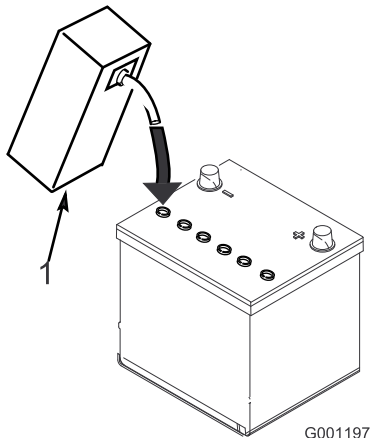

图6
3. 小心为每个电池注入电解液，直到电池极板被大约6mm的液体覆盖（图6）。
4. 等待约 20 至 30 分钟，以便电解液渗透到极板内。必要时加注电解液，使电解液保持在加注井底部约6mm范围内（图6）。